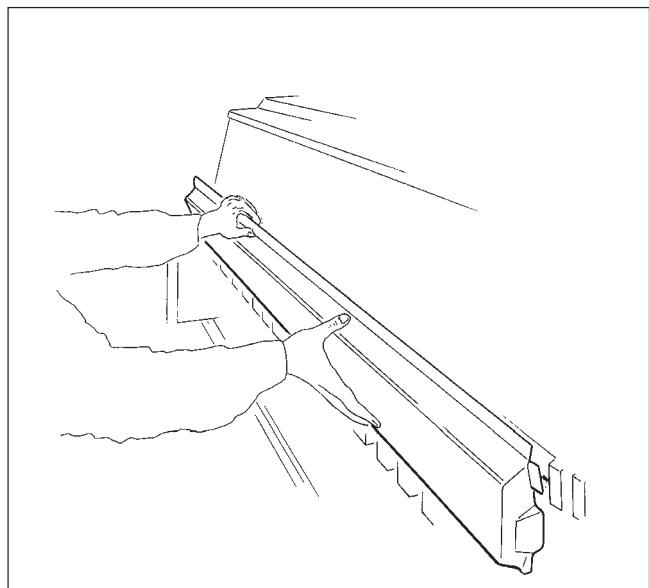

Рис. 8.3
- Лотки (Рис. 8.3) поднять вверх и вынуть из боковых креплений.